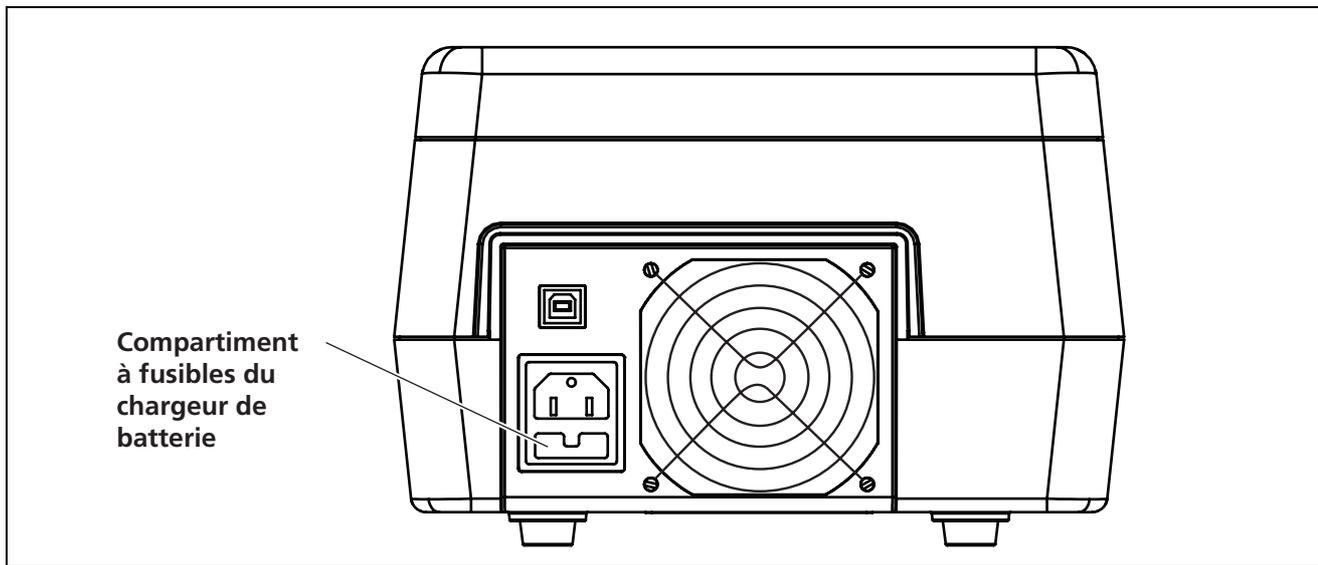

Figure 7-1 Emplacement des fusibles du chargeur de batterie universel AutoPulse
2. Le compartiment à fusibles est situé juste sous la prise d'alimentation à l'arrière du chargeur de batterie universel AutoPulse (voir Figure 7-1). Ouvrir le compartiment à fusibles en appuyant sur la languette et en le tirant tout droit vers l'extérieur.